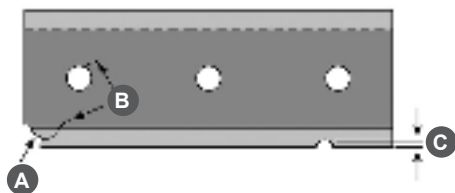

Рис. 34 Проверка состояния ножа
6. Осмотрите ножи. Если у ножа имеются: сколы углов (А), трещины (В) и вмятины (С) глубиной более 1,5 мм — нож необходимо заменить (Рис. 34).